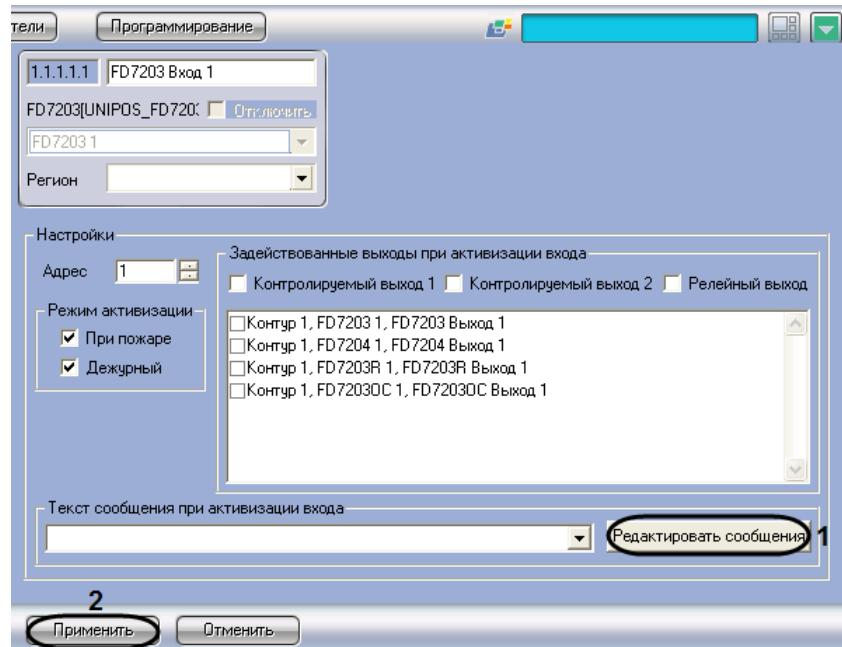

Рис. 3.6-4 Доступ к редактированию сообщений
1. Перейти на панель настройки объекта **FD7203 Вход** (Рис. 3.6-4).
2. Нажать кнопку **Редактировать сообщения** (см. Рис. 3.6-4, 1).
9. Для сохранения настроек во внутренней базе данных ПК *Интеллект* нажать кнопку **Применить** (см. Рис. 3.6-4, 2).